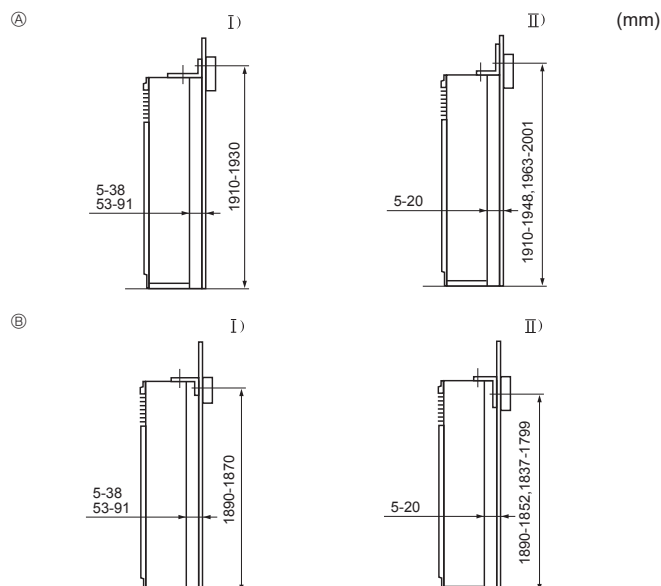

Fig. 3-3
① Staffa di protezione contro il ribaltamento
La staffa di protezione contro il ribaltamento ① è montata sulla superficie superiore dell'unità. Rimuovere le viti di maschiatura ② e installare poi di nuovo la staffa, come indicato nell'illustrazione. Per le distanze di installazione corrette, vedere la Fig. 3-3.
- Ⓔ Rimuovere le viti ③ e poi tirare la griglia in avanti per toglierla.
3.3. Montaggio della staffa di protezione contro il ribaltamento (Fig. 3-3)